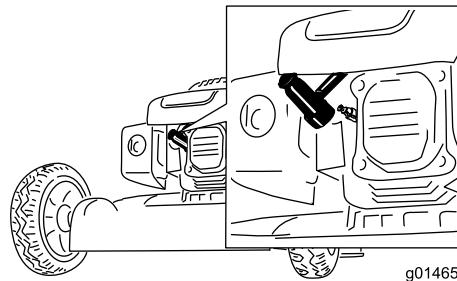

Figura 19
- Desconecte el cable de la bujía (Figura 19).